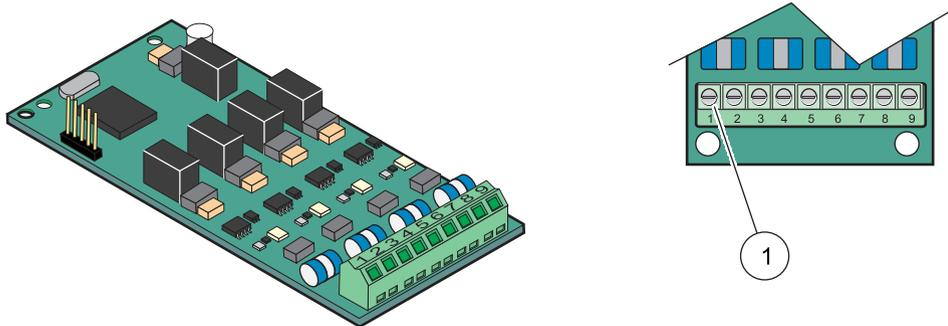

Figura 23 Connessioni cavo, Scheda di output (YAB019)
4. Inserire il cavo attraverso la base del modulo e preparare ed inserire correttamente ciascun filo nei terminali in accordo a Figura 23 e Tabella 6. Dopo ogni inserimento, tirare leggermente il filo per controllare che il collegamento resista.